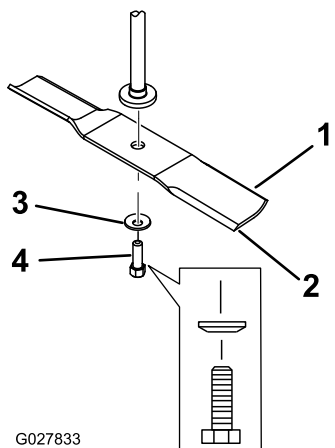

Bild 65
2. Entfernen Sie die Messerschraube, Wellenscheibe und das Messer von der Spindelwelle (**Bild 65**).
- Setzen Sie das Messer auf die Spindelwelle (Bild 65).
- Setzen Sie die Wellenscheibe (Kappenseite zum Messer) und die Messerschraube ein (Bild 65).